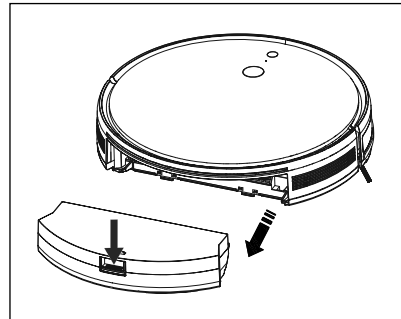

Abb. 7
- 1) Drücken Sie die Entriegelungstaste **15** des Staubbehälters **15** und ziehen Sie ihn aus dem Gerät (siehe Abb. 7).